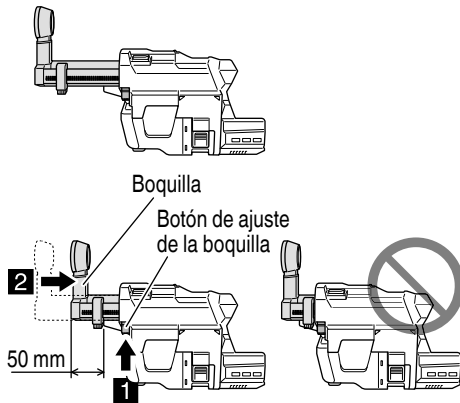

Fig. 20
- Al guardar el sistema extractor de polvo, presione el botón de ajuste de la boquilla para colocar la boquilla en la posición de extensión máxima. Si no se puede guardar con la boquilla completamente extendida, la boquilla se puede acortar a aproximadamente la mitad de su tamaño (Fig. 20). Mantener la boquilla completamente contraída dentro del sistema extractor de polvo puede provocar que su fuerza de presión se debilite.